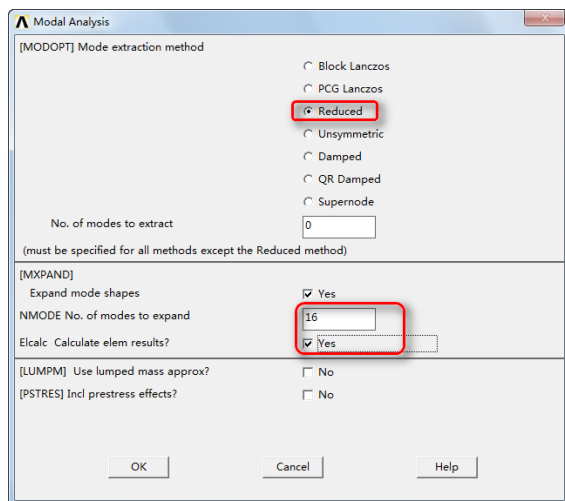

图 13-36 “Modal Analysis”对话框
②设定分析选项：Main Menu > Solution > Analysis Type > Analysis Options，弹出如图 13-36 所示的“Modal Analysis”对话框，在“[MODEOPT] Mode extraction method”后面单击“Reduced”项，在“[MXPAND] Expand mode shapes”后面单击“Yes”项，在“NMODE No. of modes to expand”后面输入 16，单击“OK”按钮接受其余默认设置。